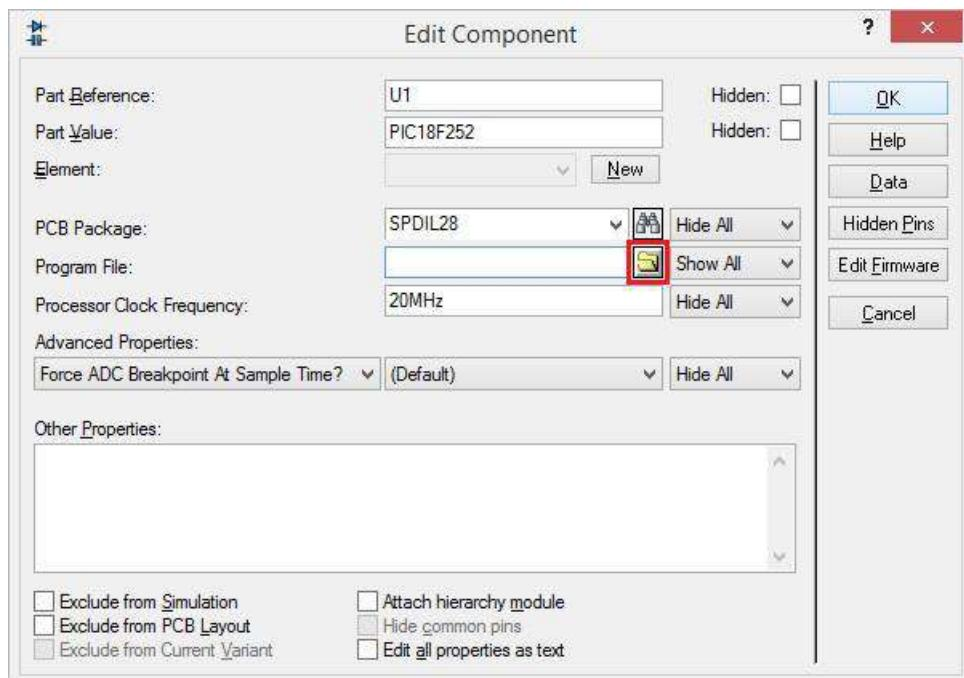

Рисунок 2.40 – Відкриття бінарного файлу з розширенням \*.HEX або \*.COF у середовищі моделювання «Proteus»
8. У вікні **Edit Component > Program File** натиснути кнопку (рис. 2.40).